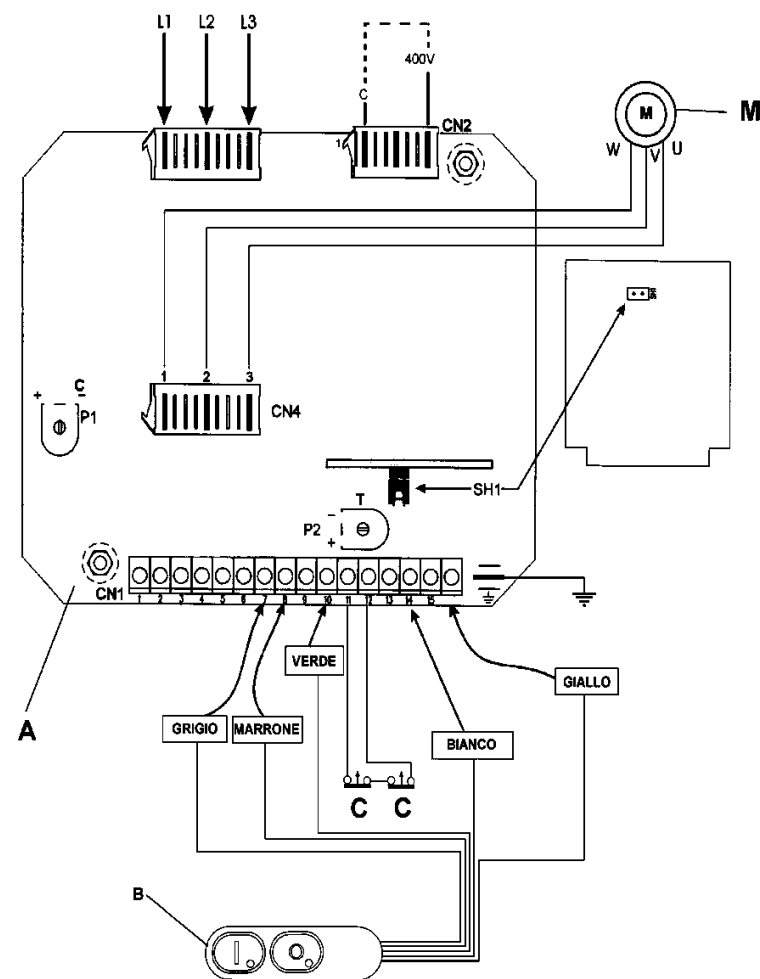

Fig.2.6.1
2.6.1 Esquema eléctrico trifásico a 400V (Fig. 2.6.1)